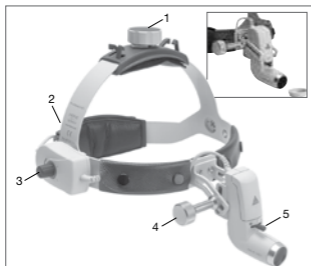

Рис. 4. Шлем Professional L (см. высокий рис.), оптическая защитная крышка (см. маленький рис.).
Регулировка **шлема Professional L (рис. 4)**: чтобы отрегулировать размер шлема, расширьте или затяните его с помощью застежки вверху (1) и сзади (2).
### Выбор угла и поля зрения (рис. 4)